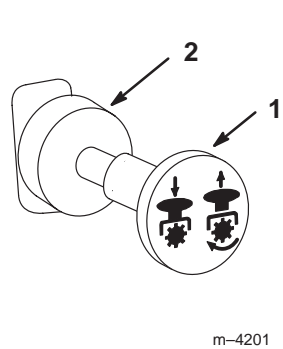

Figure 14
- Placez la commande de prise de force (PdF) en position **débrayée** (Fig. 14).